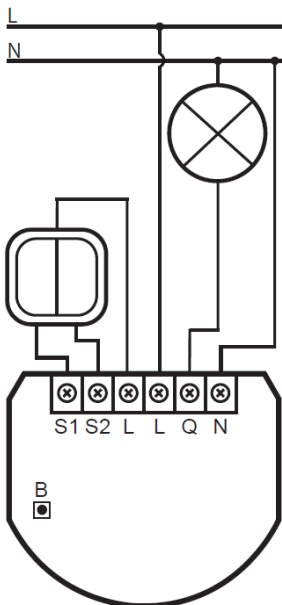

Figura 1: Ejemplo de conexión de SingleSwitch-Control
3. Conecte como se muestra en la Figura 1.